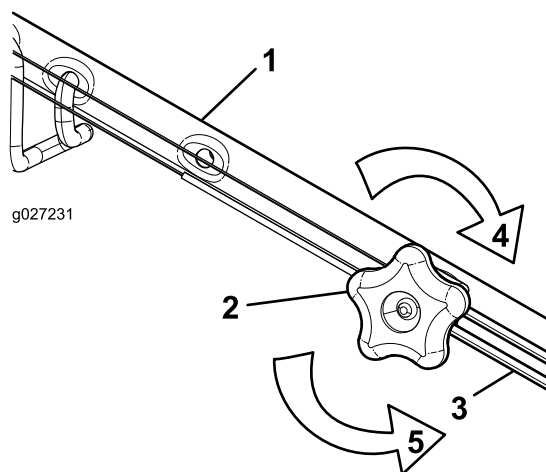

Рисунок 25
- Поверните ручку регулировки против часовой стрелки, чтобы ослабить натяжку троса (Рисунок 25).
- Отрегулируйте натяжение троса (Рисунок 25), потянув его назад или вперед, затем удерживайте в этом положении.